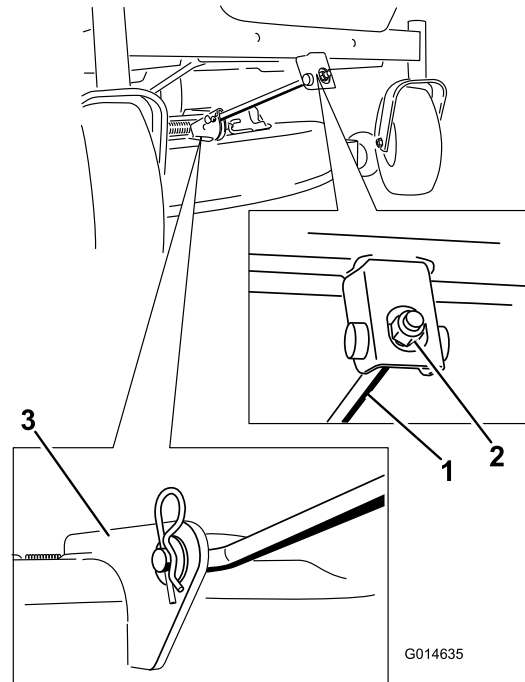

Figura 63
5. Retire la chaveta de la varilla de soporte delantera y retire la varilla del soporte de la carcasa (Figura 63).
6. Conecte la varilla de soporte delantera a la carcasa de corte con el pasador y la chaveta (Figura 63).